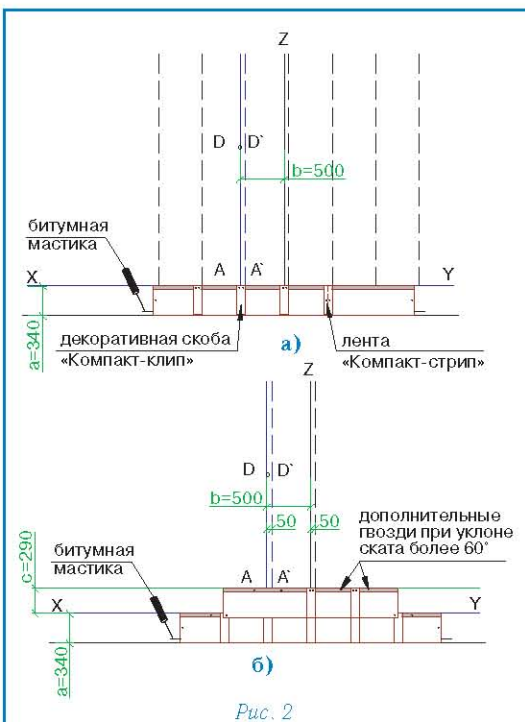

Рис. 2
### Укладка материала (рис. 2)
- укладка черепицы начинается от линии AD, при этом ее верхний край выравнивается по линии XY (рис. 2а);
- листы первого ряда укладываются встык и фиксируются двумя гвоздями по центру коротких сторон на расстоянии 2 см от края (рис. 2а);
- правая сторона скобы «Компакт-клип» выравнивается по линии A'D' и фиксируется двумя гвоздями через специальные отверстия (рис. 2а);
- листы второго ряда черепицы укладываются от линии AD, их нижний край выравнивается по линии, параллельной XY; каждый лист фиксируется двумя гвоздями в 2,5 см от нижней стороны; стыки и середина каждого листа закрываются декоративными скобами «Компакт-клип», которые также фиксируются двумя гвоздями (рис. 2б);
Каждый лист ПРЕСТИЖ ВИЗАНТИЯ закреплен шестью гвоздями, в соответствии с рекомендациями, приведенными выше (рис. 2б).
При укладке материала на скатах с уклоном более 60° каждый лист дополнительно фиксируется двумя гвоздями в верхней части (рис. 2б).